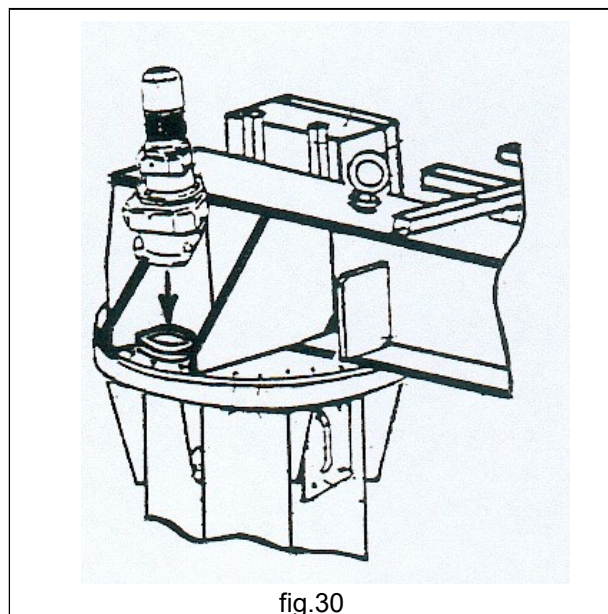

fig.30
6. Montar el reductor (controlar que los dientes del piñón estén engrasados) insertándolo en su sede y comprobar que el mismo esté perfectamente asentado en su brida de centrado soldada en el brazo (fig.30). Si esta operación se dificulta por la alineación imperfecta de los dientes del piñón y de la rangua, será necesario rotar ligeramente el brazo o el motorreductor hasta el punto donde habrá un acoplamiento correcto de los dientes.